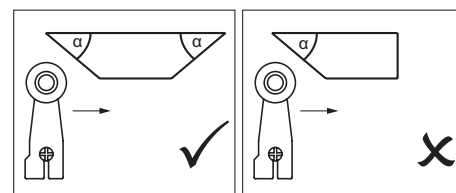

Fig. 1: Forma della camma
► Per evitare che l'elemento di azionamento rimbalzi, la camma deve terminare la corsa gradualmente (vedere Fig. 1).